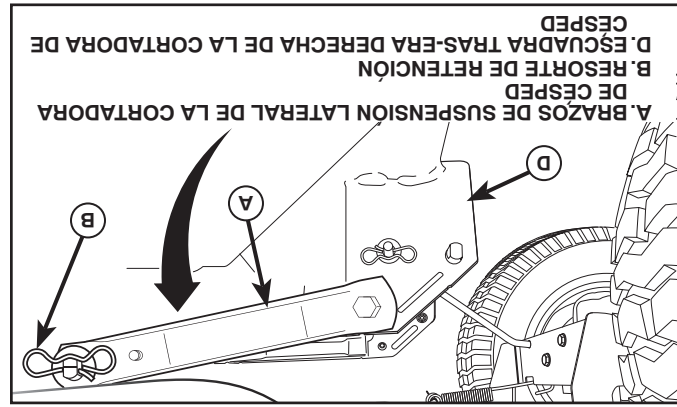

Fig. 29
6. INSTALE LOS BRAZOS DE SUSPENSIÓN LATERAL DE LA CORTADORA DE CÉSPED (A) EN EL CHASIS (Vea Fig. 29)
- Ubique el agujero delantero del brazo de suspensión lateral (A) sobre la chaveta en la parte exterior del chasis del tractor y asegure con una arandela grande y un resorte de retención grande (B).